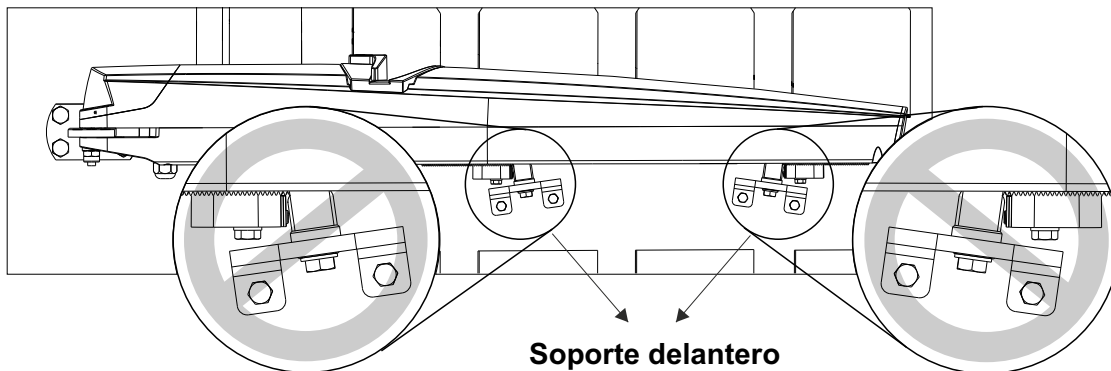

Fig. 22
- 4 - Asegúrese que el soporte delantero NO SEA INCLINADO cuando llega al tope (Fig. 22) o pueden ocurrir fallas en los finales de carrera electrónicos
**Asegúrese que el soporte delantero NO SEA INCLINADO cuando llega al tope (Fig. 22) o pueden ocurrir fallas en los finales de carrera electrónicos**